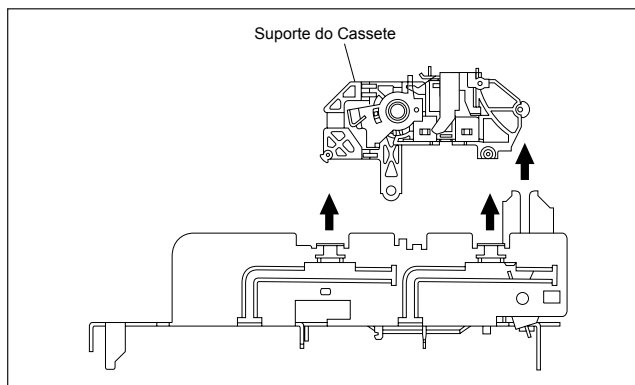
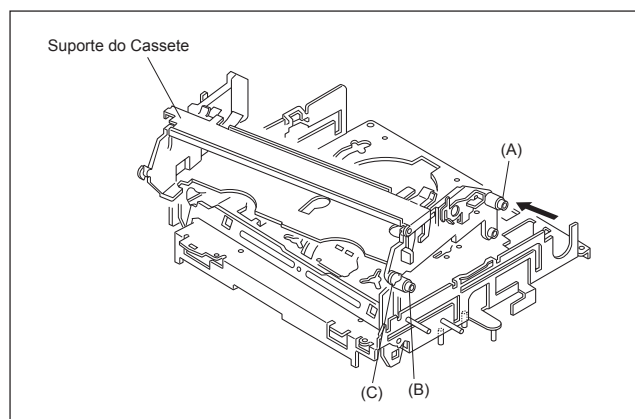

Fig.2-2-3d
Fig.2-2-3e
- (5) Enquanto segura o lado esquerdo do suporte do cassete, levante-o de forma que as três pernas no lado esquerdo estejam liberadas. Então puxe as pernas (A) e (B) no lado direito para fora do trilho guia e levante também a perna (C). (Veja Fig.2-2-3d e Fig.2-2-3e.)
- (6) Retire a engrenagem de acionamento, e remova o braço de acionamento.